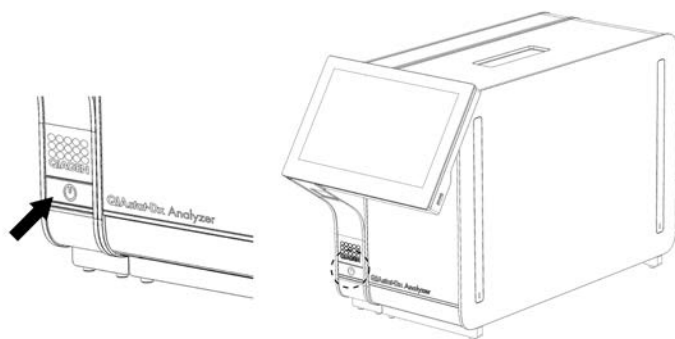

Figura 22. Pressionando o botão LIGAR/DESLIGAR para iniciar o instrumento.
1. Pressione o botão LIGAR/DESLIGAR na parte frontal do QIAstat-Dx Analyzer 1.0 para iniciar a unidade (Figura 22).